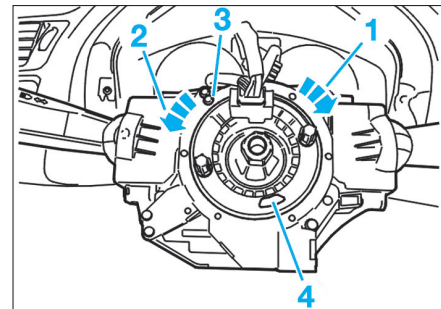

FIG. 5
- dans le sens des aiguilles d'une montre jusqu'en butée (1) (Fig.5).